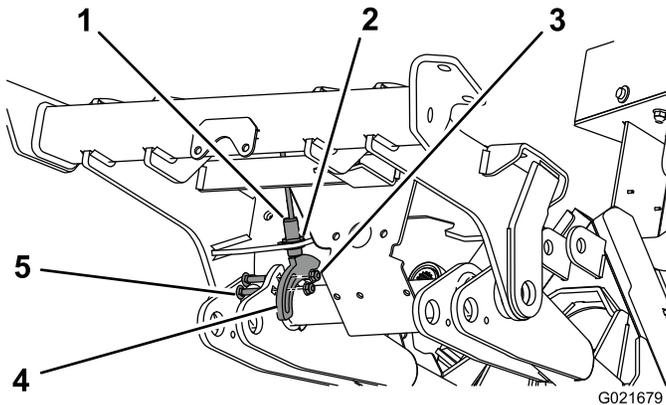

図 14
1. 前フレームの下側についている穴を利用して、近接スイッチを、ワッシャおよびジャムナットで取り付ける (図 14)。
2. 左側の昇降アームにセンサープレートを仮止めする；5/16 x 1-1/4 インチのキャリッジねじ2本とフランジナットを使用する。この時点ではまだジャムナットを締め付けないこと。センサープレートは図 14のようにセットする。スイッチがセンサープレートに接触しないように注意すること。